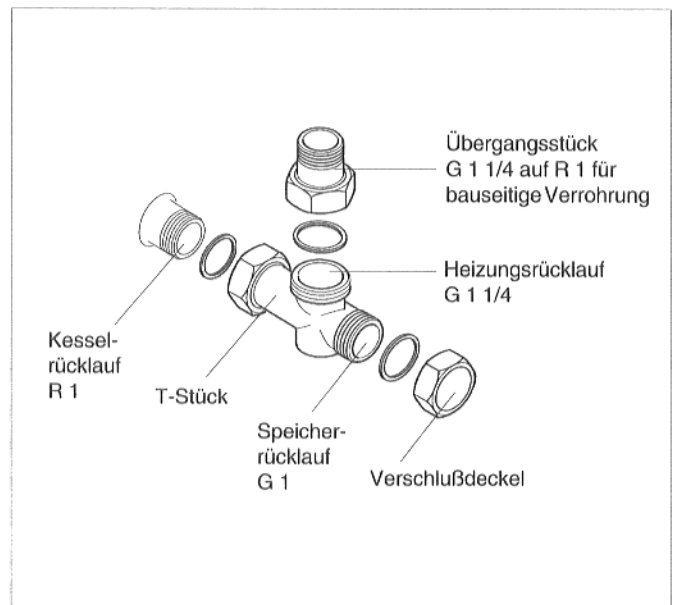

Abb. 6: Rücklauf
* siehe auch Abb. 6
- Dichtung in die Überwurfmutter des mitgelieferten T-Stücks einlegen und T-Stück am Rücklauf festschrauben (Abb. 6). Wird kein Speicher-Brauchwassererwärmer angeschlossen, Verschußdeckel mit Dichtung aufschrauben (Abb. 6).
Das mitgelieferte Übergangsstück G 1 1/4 auf R 1 für den Heizungsrücklauf am 90°-Abgang montieren, wenn kein Heizkreis-Schnellmontage-System (Zubehör) verwendet wird (Abb. 6).